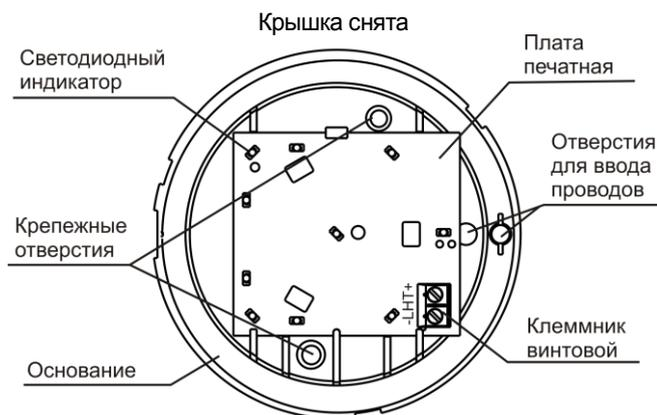

Рисунок 1
Оповещатель состоит из основания, печатной платы с радиоэлементами и крышки (рисунок 1). Конструкция оповещателя обеспечивает возможность крепления его на стене помещения.
**в)** провести провода от источника питания через отверстие для ввода проводов в основании оповещателя (рисунок 1). Имеется возможность выдвигания в основании второго отверстия для ввода проводов;